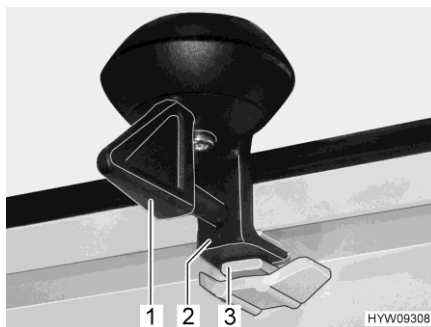

Bild 77 Lås (ventilationsläge)
- Vrid spaken (Bild 77,1) ett kvarts varv. Låset (Bild 77,2) måste glida in i det övre spåret (Bild 77,3).